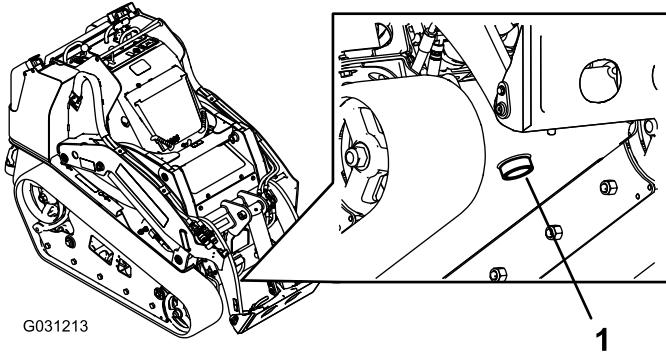

Рисунок 60
7. Разместите большой сливной поддон (вместимостью 57 литров) под сливной пробкой в передней части тягового блока (Рисунок 60).
8. Снимите сливную пробку и дайте маслу стечь в поддон (Рисунок 60).